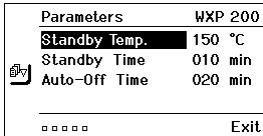

Fig. 12
2. Vælg menupunkt med dreje-/klikhjulet (**5**). Det valgte vises på sort baggrund (f. eks. „Standby Temp.“, se fig. 12).